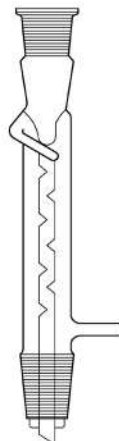

Рис. 82. Конденсатор Веста
3. Конденсатор Веста (рис. 82). Конструкция состоит из нисходящего холодильника с рубашкой, близко придвинутой к трубке-теплообменнику. Центральная трубка имеет слегка изогнутую форму. Рубашка оснащена двумя боковыми отводами. Соединения холодильника пришлифованы, размеры шлифов одинаковые, 29/32. Материал — стекло термостойкое. Проходит на заводе трехступенчатую закалку, что гарантирует высокую надежность приборов, которые из него изготавливаются. Холодильник Веста наиболее употребителен для перегонки жидкостей. Рубашка небольшого диаметра обеспечивает вдвое лучший теплообмен.